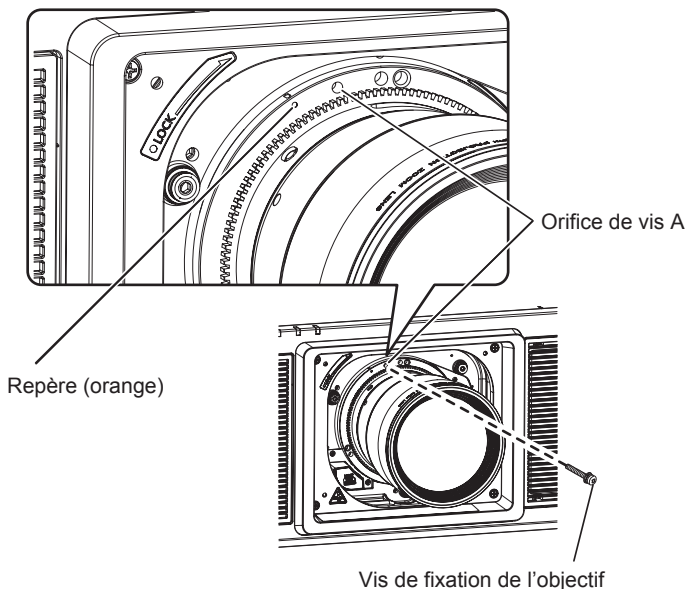

Fig. 4
4) Verrouillez l'objectif de projection avec la vis de fixation de l'objectif fournie. (Fig. 4)